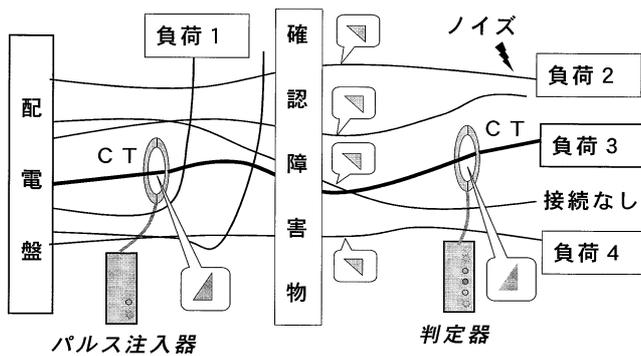

図 2 装置の使用状況
- (1) 布設ルートを探查したいケーブルに、検出用CTと注入用CTを約1m程度の間隔で挟み込みます。CTはクランプ型になっておりますので、ケーブルを若干持ち上げながら片手でCTを挟み込むことができます。
- (2) 判定器の電源を入れます。当該ケーブルのノイズレベルに応じて感度を自動較正いたします。
- (3) 注入器の電源を入れます。この時、パルス電流の注入レベルを設定し、判定器にて「識別」のLEDが点灯するかどうかを確認します。
- (4) 電源を入れたまま判定器を持って別の場所に移動します。図2に示すように、複数のケーブルの中から1本を選び出して検出用CTをクランプし、判定器の判定結果を確認します。この作業を順次1本ずつ繰り返していきます。